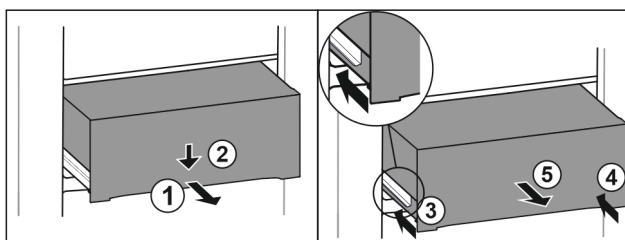

Fig. 149
- ▶ Izvucite ladicu na pola. Fig. 149 (1)
- ▶ Pritisnite ladicu naprijed prema dolje. Fig. 149 (2)
- ▶ Gurnite lijevu vodilicu za oko 2 cm. Fig. 149 (3)
- ▶ Gurnite desnu vodilicu za oko 2 cm. Fig. 149 (4)
- ▶ Izvadite ladicu prema naprijed. Fig. 149 (5)